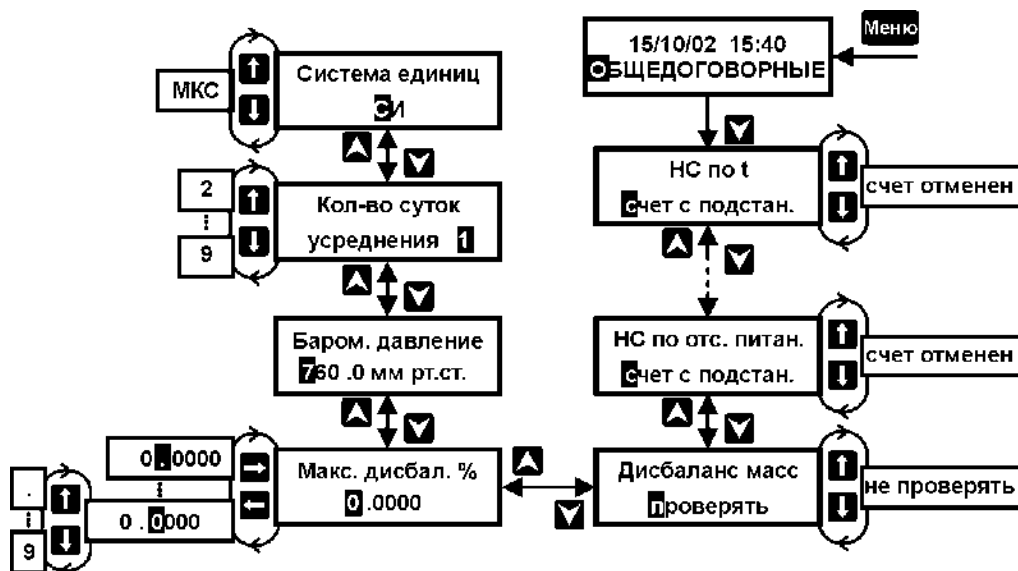

Рисунок 8 – Установка общедоговорных параметров
Установка общедоговорных параметров осуществляется при выборе пункта меню 1-ого уровня **ОБЩЕДОГОВОРНЫЕ** (см. рисунок 8).
- выбирается условие «**Дисбаланс масс – проверить**» (см. рис.8);